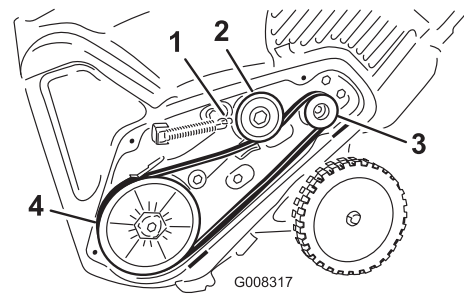

Figure 35
5. Montez et acheminez la nouvelle courroie comme indiqué à la Figure 35.
8. Raccrochez le ressort de frein au bras de la poulie de tension (Figure 35).